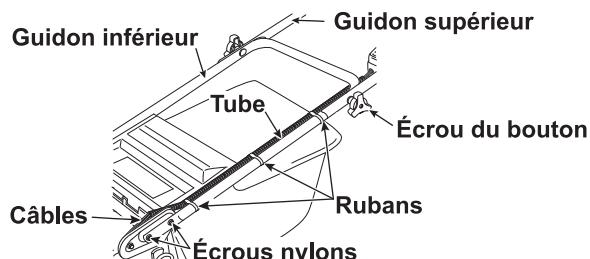

Fig. 1
- Installez le guidon inférieur sur la machine (avec quatre écrous nylons). (Voir Figs. 1, 2 et 3)